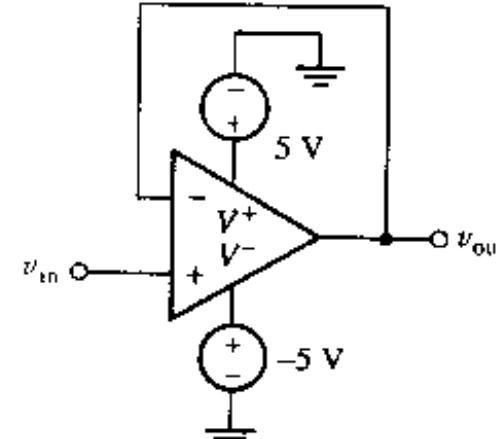

图 6.51
40. (a) 用 PSpice 在 $-10 \text{ V} \leq V_m \leq 10 \text{ V}$ 的范围内对图 6.51 所示电路进行仿真, 运放采用 μ A741, 使用指针工具, 确定运放开始饱和时电压的精确值; (b) 在连续的短路情况下, 实际 μ A741 运放能够提供 35 mA 的电流。确定 PSpice 模型所允许的最大可能短路电流。